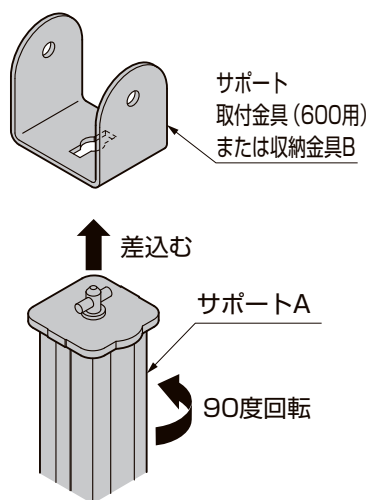
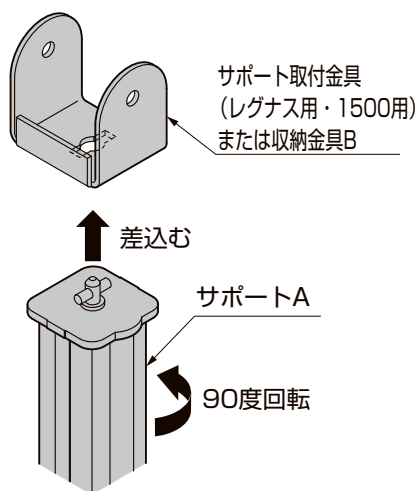

図6-1 600用の場合
図6-2 レグナス用、1500用の場合
- ①600用、レグナス用、1500用の場合はサポート頭部をサポート取付金具または上側の収納金具Bにカギ穴をあわせて差込み、90°回して引掛けてください。(図6-1、図6-2参照)